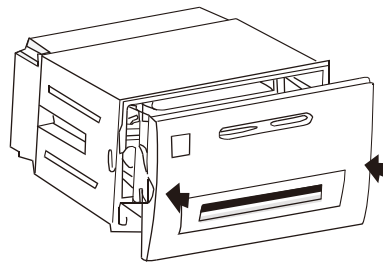
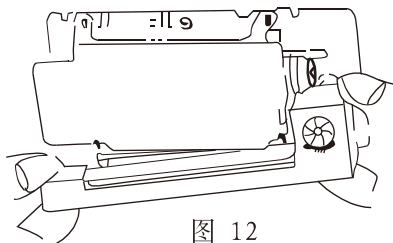

图 11
图 12
(8) 把盖、机头架及纸仓推入复位。如图11。
(2) 从打印机头上轻轻取下旧色带盒(见图12)。注意:请先抬起色带盒的左端,然后再抬起色带盒的右端，取下色带盒。
(3) 换新的色带盒。首先将色带盒的右端轻轻放在机头右端的齿轮轴上，左端稍微抬起，不要放下。这时如发现色带盒右端未落到底，请用手指按住色带盒上的旋钮，顺时针方向稍微转动一下，直到色带盒的右端落到底后再放下色带盒的左端。请检查色带是否拉直，或色带还露在色带盒的外面，可再旋动色带盒上的旋钮，直到把色带拉入色带盒内并拉直为止。当没有纸在机头里时,更换色带更加容易。
(4) 装上打印机的前盖板或推上上盖；合上盖，并把盖、机头架及纸仓推入复位，如图11。